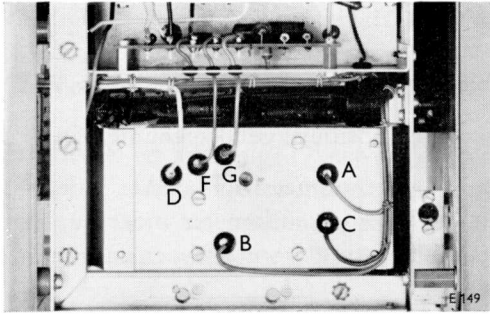
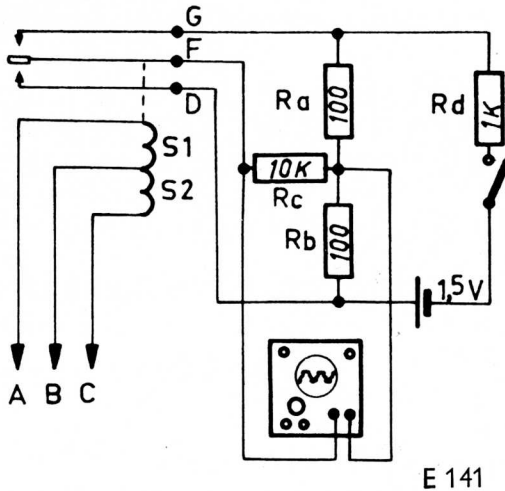

Fig. 9 Onderkant van de triller
Fig. 10 Schakeling voor het afregelen van de triller
- De wisselspanning over de trillerspoel moet $9\text{ V} +$ of -1 V zijn. Sluit voor het meten van de wisselspanning de meter aan tussen de punten A en C, fig. 9. De spanning kan worden ingesteld met behulp van de keuzeweerstand R89 (fig. 23).
- Maak de leiding D van de triller (fig. 9) naar eenheid E los. Zet de meetgebiedenschakelaar SK2 in stand „0,1 mV” en sluit de bussen BU en BU2 kort.
1. Verwijder de drie verbindingen D, F en G aan de onderzijde van de triller (zie fig. 9) en maak de schakeling volgens fig. 10.